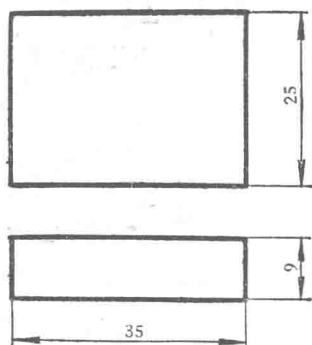

图1-27 长方体尺寸标注
(5) 最后在视图上标上尺寸。标注尺寸时，先在所标尺寸两端引出尺寸界线，然后在尺寸界线之间画上与所注之尺寸相平行的尺寸线（尺寸界线和尺寸线一律画成细实线，宽度为粗实线的 1/3 左右），两端画上箭头，中间填入尺寸数字，尺寸单位规定为毫米，可以不写出，如图 1-27 所示。这里特别要指出的是：不管画图时采用什么比例，图上的尺寸都是表示物体的实际大小。填入的尺寸数字方向，水平方向从左向右写；垂直方向数字规定人在右面，从下往上写（如图 1-27 中“25”、“9”），其它尺寸数字方向如图 1-28 所示。